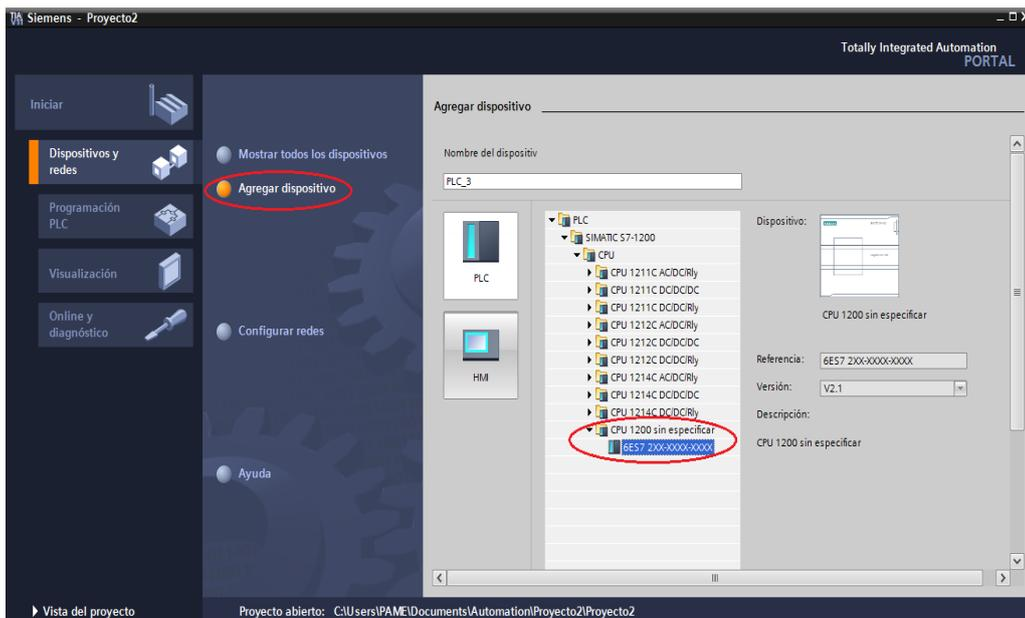

Figura 5. CPU 1200 sin especificar.
**5.8.** Después de haber dado clic en “Configuración de dispositivo” se visualiza una nueva ventana en donde está seleccionada por defecto la opción “Mostrar todos los dispositivos” (Figura 5). Ir al ícono donde dice “Agregar dispositivo”, aquí se visualizan todas las CPU con las que puede trabajar el PLC dependiendo de su configuración.